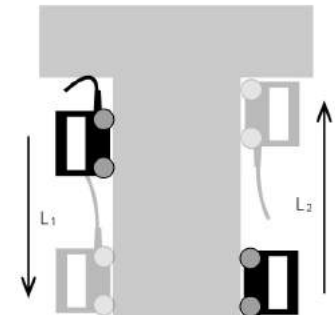

図7 終端の測定向き
- (1) 探査の基本 : IESは、健全部で反射される定在波の周波数と、欠陥部で反射される定在波の周波数を比較することによって、欠陥部を探索します。よって、健全部の測定がしっかりとできること(最大部材厚以下であること、部材厚が一定であること)が探査の基本となります。
- (2) シース管の配管確認 : シース管の配管は非常に複雑です。図面ですまずその配管状況を確認された後、電磁波レーダ【ストラクチャスキャン SIR-EZ】を使ってシース管の位置を正確に確認し、測定間隔を決定してください。
- (3) 終端と測定向き (図7) : スキャナにはコードが接続されています。そのため、図7に示すように端部がL字状になっている場合、L字状端部を終端とした方向で測定した方が測定距離を長くすることができます。